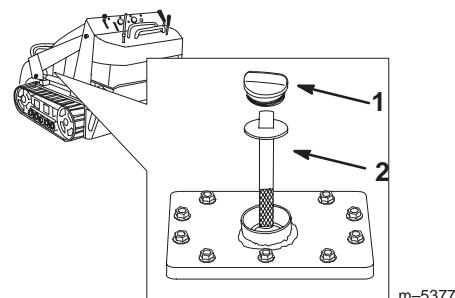

Bild 6
5. Reinigen Sie den Bereich um den Einfüllstutzen des Hydraulikölbehälters (Bild 6).
6. Entfernen Sie den Deckel vom Einfüllstutzen und überprüfen Sie den Ölstand auf dem Peilstab (Bild 6).